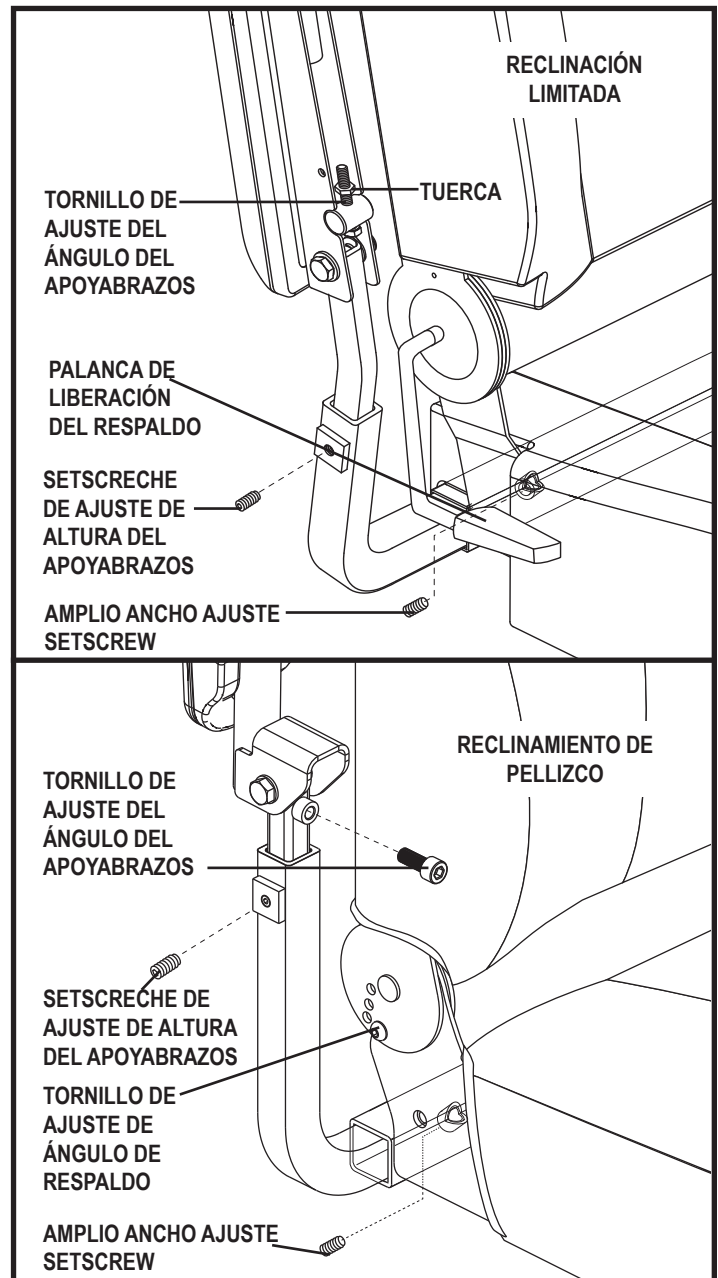

Figura 13. Ajustes de reposabrazos y respaldos
Si su silla de alimentación está equipada con un reclinación de respaldo, puede ajustar el ángulo de respaldo con hardware o la palanca de liberación de respaldo. **Ver la Figura 13.**
1. Localice las dos perillas del reposabrazos a cada lado del soporte del receptor del reposabrazos. **Ver figura 13.**
5. Afloje los dos tornillos de presión del reposabrazos. **Ver figura 13.**